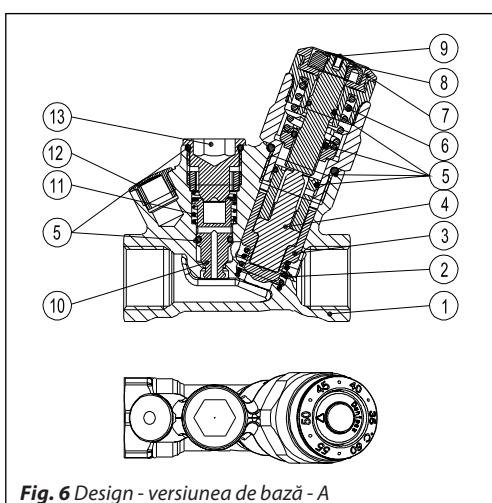
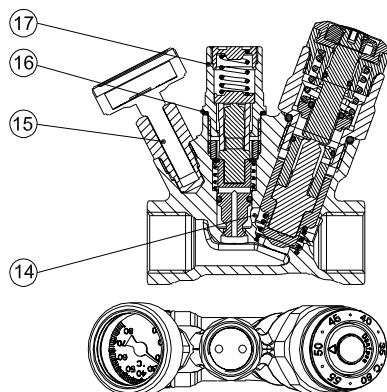
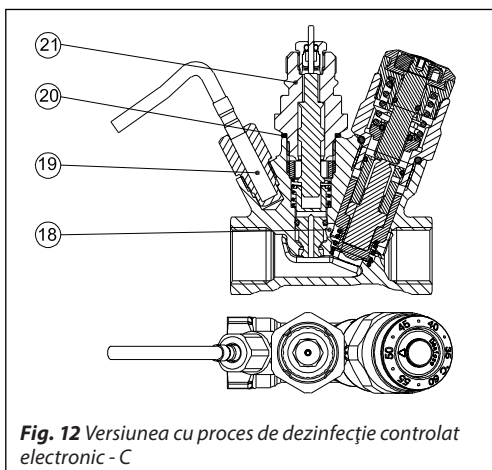

Fig. 6 Design - versiunea de bază - A
Fig. 9 Design - versiune automată cu funcție automată de dezinfecție termică - B
Fig. 12 Versiunea cu proces de dezinfecție controlat electronic - C
MTCV este o vană proporțională termostatică automată. Un termoelement (fig. 6 poz. 4) este plasat în conul vanei (fig. 6 poz. 3) pentru a reacționa la schimbările de temperatură.
Un arc de siguranță (fig. 6 poz. 6) protejează termoelementul împotriva deteriorării atunci când temperatura apei depășește valoarea punctului de referință.
După scoaterea dopului din conectorul de dezinfecție (fig. 6 poz. 13)-(operația poate fi efectuată în condiții de lucru, sub presiune) se poate monta modulul de dezinfecție termostatică (fig. 9 poz. 17).
- 1-13 Conform descrierii din fig. 6
După scoaterea dopului de dezinfecție (fig. 6 poz. 13), adaptorul poate fi montat (fig. 12 poz. 21) și la fel servomotorul termic TWA.
În capul termometrului (fig. 12 poz. 19) trebuie montat un senzor de temperatură PT 1000 . Servomotorul termic și senzorul sunt conectate la regulatorul electronic CCR2+ care permite un proces eficient de dezinfecție în fiecare coloană montată de recirculare. Modulul principal de reglare lucrează în intervalul de temperatură 35-60 °C. Când procesul de dezinfecție / tratamentul apei calde începe, CCR2+ controlează debitul prin MTCV prin intermediul servomotoarelor termice TWA. Avantajele unui proces de dezinfecție reglat electronic cu CCR2+ sunt:
1-13 Conform descrierii din fig. 6